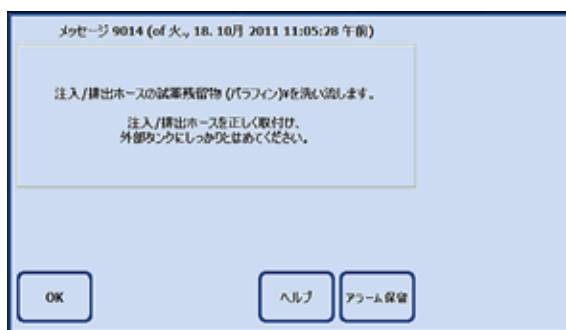

図 172
- 試薬の注入が終わると、リモート注入/排出用ホース圧縮空気でブローすることを伝えるメッセージが表示されます（図 172）。